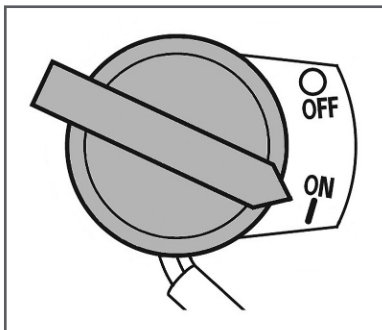

Рис. 18 Выключатель зажигания
- Выключатель зажигания переведите в положение «ОН» (Включено) (Рис. 18).
При возникновении аварийной ситуации, для экстренной остановки двигателя виброплиты переведите выключатель зажигания двигателя в положение «OFF» (ВЫКЛЮЧЕНО) (Рис. 18).
- Переведите выключатель зажигания в положение «OFF» (ВЫКЛЮЧЕНО) (Рис. 18).